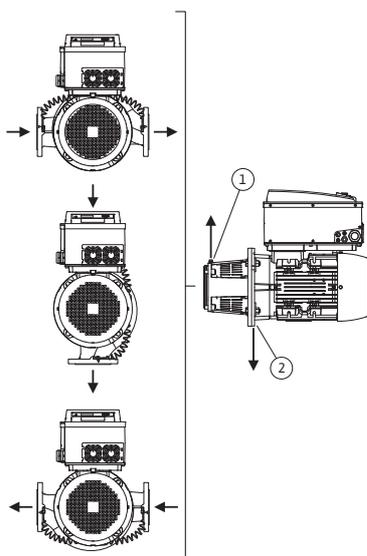
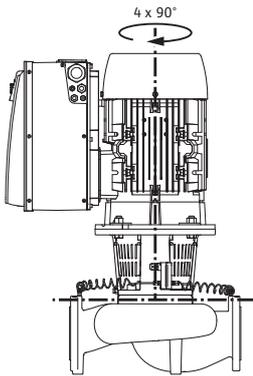

Fig. 18: Tillåtna monteringslägen med horisontell motoraxel
Fig. 19: Tillåtna monteringslägen med vertikal motoraxel
De tillåtna monteringslägena med horisontell motoraxel och elektronikmodul uppåt ( $0^\circ$ ) visas i Fig. 18. De tillåtna monteringslägena med sidmonterad elektronikmodul ( $\pm 90^\circ$ ) syns inte på bild. Alla monteringslägena utom "elektronikmodul nedåt" ( $-180^\circ$ ) är tillåtna. Avluftning av pumpen garanteras endast om avluftningsventilen pekar uppåt (Fig. 18, pos. 1).
Endast i denna position ( $0^\circ$ ) kan det kondensat som bildas föras bort via ett tillgängligt hål, en pumplanterna och en motor (Fig. 18, pos. 2).
- Avluftningsventilen på lanternan (Fig. 6, pos. 1.31) måste alltid vara riktad uppåt vid en horisontell motoraxel (Fig. 6a och Fig. 6b). Vid en vertikal motoraxel är alla riktningar tillåtna. Se även Fig. 18: „Tillåtna monteringslägen med horisontell motoraxel“ på sidan 25 resp. Fig. 19: „Tillåtna monteringslägen med vertikal motoraxel“ på sidan 26.
- På horisontella motoraxlar måste kondensathålen peka nedåt (Fig. 18, pos. 2). Vrid motorn vid behov tills detta uppnås.